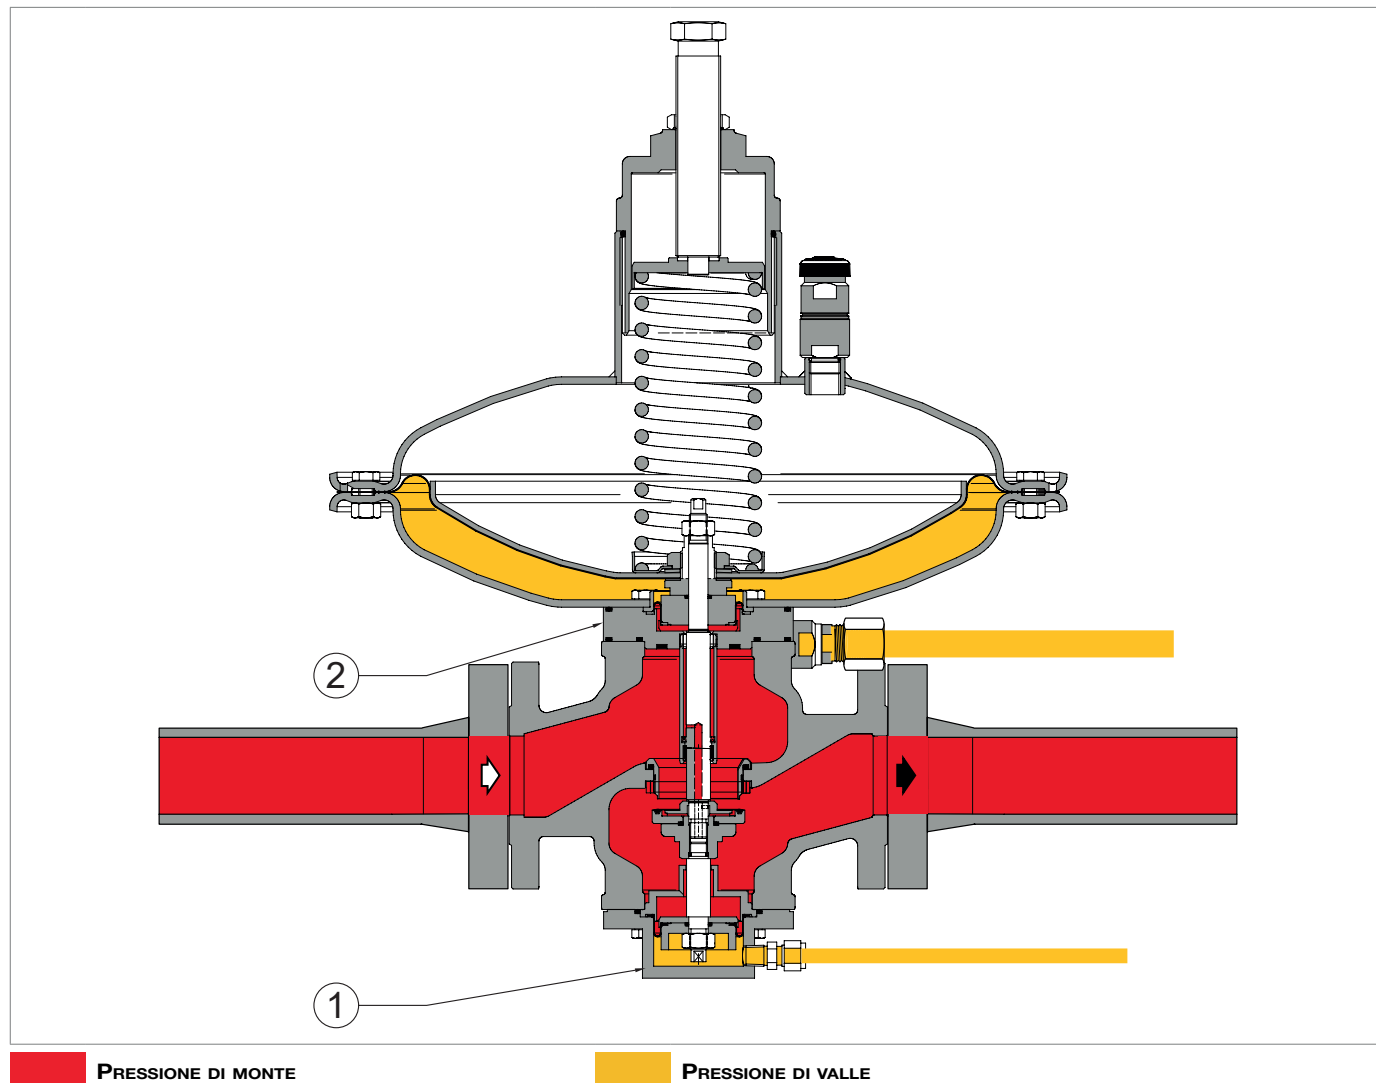

Fig. 4.4. Regolatore con funzione di monitor con dispositivo ER
Il regolatore con funzione di monitor è un regolatore che in aggiunta alla versione normale ha un dispositivo di bilanciamento (dispositivo ER (1), vedere fig. 4.4) dell'equipaggio mobile. Il dispositivo ER (1) è installato sulla flangia inferiore del regolatore monitor (2).